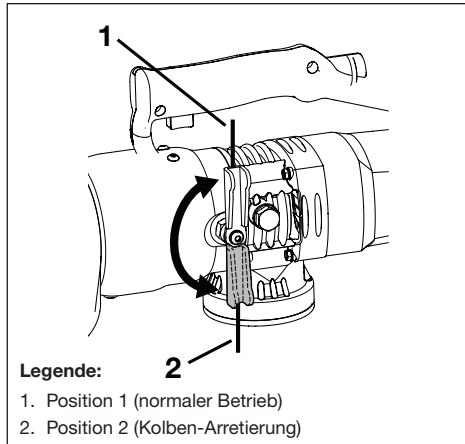

Abbildung 8, Arretierung des Kolbens
Überprüfen Sie vor der Verwendung des Schneidgeräts, ob die Arretierung des Kolbens im Uhrzeigersinn vollständig auf Position 1 bewegt wurde. Siehe Abbildung 8. Damit kann der Kolben ausfahren und das bewegliche Messer nach vorne bewegt werden, sobald der Ein-/Aus-Abzugshebel gedrückt wird.
4. Stellen Sie sicher, dass die Arretierung des Kolbens vollständig im Uhrzeigersinn gedreht ist. Siehe Abbildung 8.
10. Lassen Sie nach Abschluss des Schneidens den Abzugshebel los und bewegen Sie die Arretierung des Kolbens gegen den Uhrzeigersinn auf Position 2. Siehe Abbildung 8.